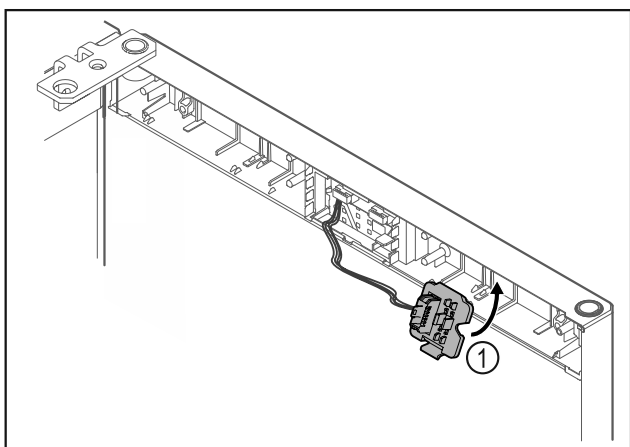

Fig. 23
- ▶ Zatrzasnąć uchwyt wtyczki Fig. 23 (1) po przeciwnej stronie.